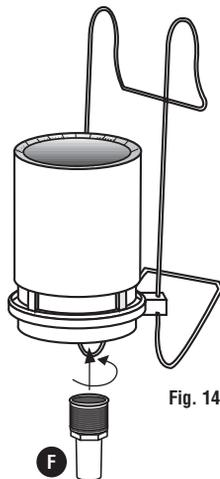

Fig. 14
2) Collegate il raccordo **F** alla parte inferiore del filtro tramite l'apposita filettatura (vedi Fig. 14).